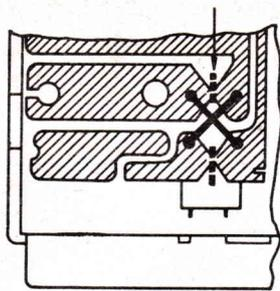

FIG. 2
Lorsque — lors du montage de l'appareil dans la voiture — toutes les connexions désirées et nécessaires sont établies, effectuer après la fixation de l'appareil — mais avant la mise en place du cadran — l'alignement de l'antenne. Pour ce faire, régler un faible émetteur PO à environ 1 000 kHz et sortir entièrement l'antenne télescopique de la voiture. Le trimmer antenne pourra alors être aligné, au moyen d'un petit tournevis, à une puissance maximale, ceci par l'intermédiaire d'un axe visible sur la face avant gauche, à proximité de la touche L (GO) (fig. 2).